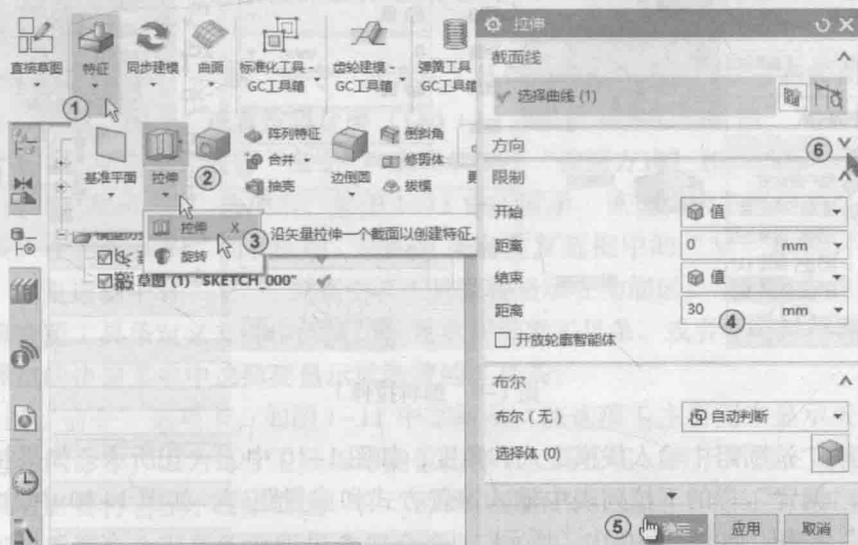

图 1-7 生成圆柱模型
单击“特征”工具条中的“拉伸”按钮，如图 1-7 中①~③所示。系统弹出“拉伸”对话框，在“限制”选项组中选择“结束”为“值”，并在“距离”文本框中输入 30，其他采用默认设置（拉伸的默认方向为选定截面的法向），单击“确定”按钮，如图 1-7 中④⑤所示。
图 1-7 中⑥所示。单击“反向”按钮, 如图 1-9 中③所示, 拉伸方向与默认的相反。如果要自定义拉伸方向, 可在“拉伸”对话框中的“自动判别的矢量”按钮旁的“指定矢量”下拉列表中设置拉伸方向, 如图 1-9 中④⑤所示。在生成预览后用鼠标左键按住指示拉伸方向的箭头拖动, 如图 1-9 中⑥所示。此时的光标变为十字形, 实体的高度会随光标的移动而动态变化, 最后在合适的位置松开鼠标左键。如果拉伸体需要拔模, 可单击“布尔”下拉列表框, 如图 1-9 中⑦所示。